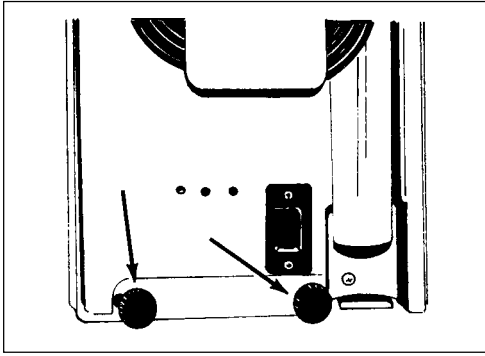

Figure 8
- a. Remove the two thumbscrews from the plastic bag. See figure 8.
- a. Retirer les deux vis moletées du sac plastique. Voir figure 8.